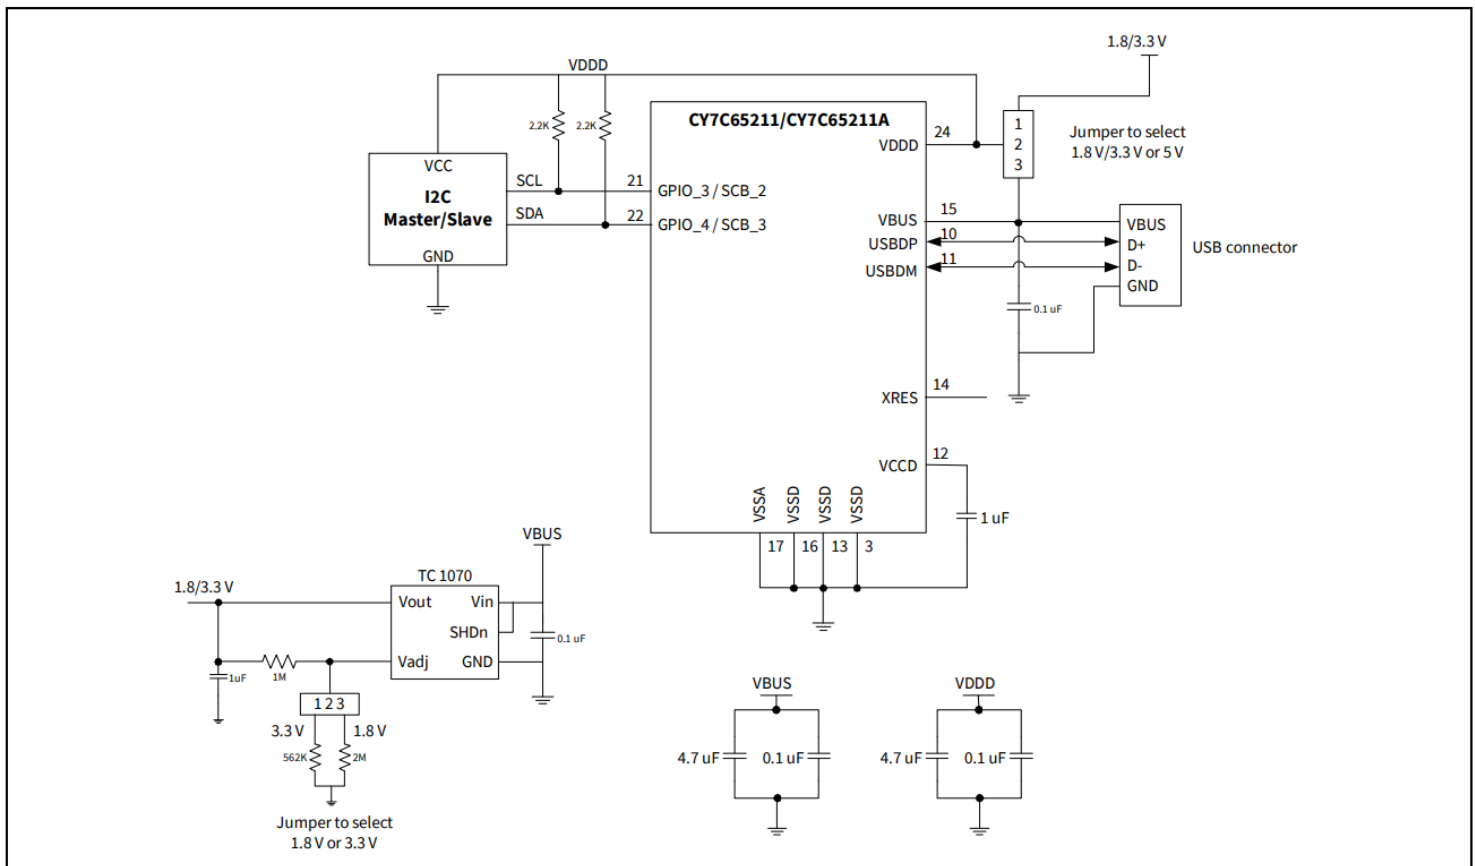

图 14 USB 转 I²C 桥接器
如图14所示，图中CY7C65211 配置为 USB 转 I²C 桥接器。CY7C65211 I²C 可使用 configuration utility 配置为主设备或从设备。CY7C65211 在标准模式 (SM) 下支持高达 100 kbps 的 I²C 数据速率，在快速模式 (FM) 下支持高达 400 kbps 的 I²C 数据速率。